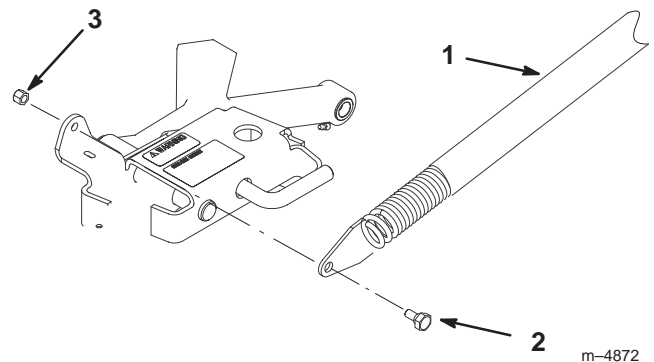

Bild 30
6. Befestigen Sie die Federendplattengruppen mit einer zentralen Schraube (3/8 x 7/8 Zoll) und einer Sicherungsmutter (3/8 Zoll) am Chassis (Bild 30).